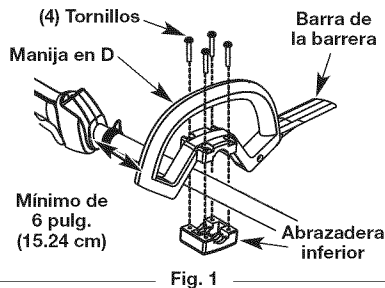

Fig. 1
2. Coloque la manija en D sobre la caja del eje y en la abrazadera inferior (Fig. 1). Colóquela a un mínimo de 6 pulgadas (15.24 cm) del extremo del agarre del eje.